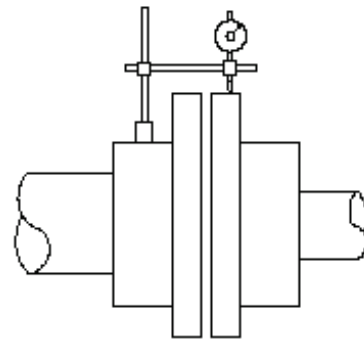

Figura 3
**Atenção:** Alinhar os eixos das máquinas com o auxílio de um relógio comparador ou outro instrumento comparador, o procedimento da figura 3 deve ser realizado em duas posições, 90° uma da outra. O correto alinhamento aumenta a vida útil do elemento elástico e evita esforços sobre os mancais das máquinas acopladas.